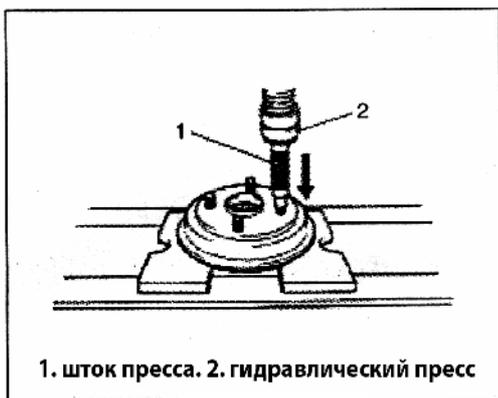

Рис. 662
6) При помощи гидравлического пресса, снимите болты колес (Рис. 662).